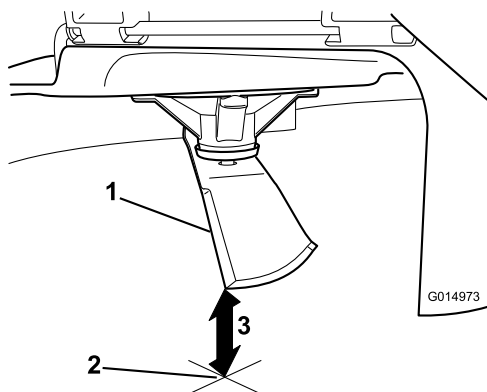

Figura 71
3. Mida desde la punta de la cuchilla hasta la superficie plana (Figura 71).